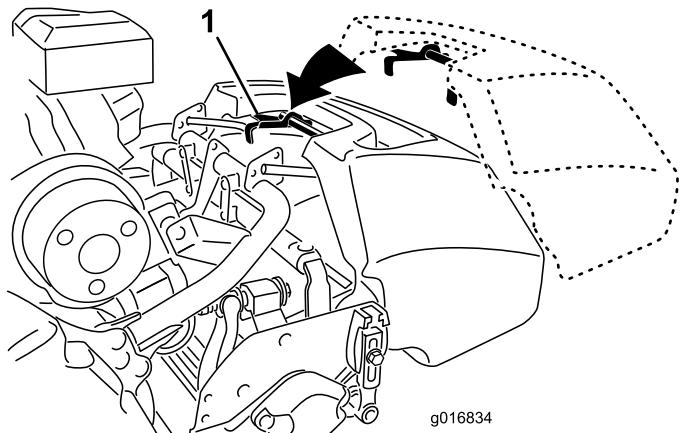

図 9
- バスケットのハンドルをつかむ（図 9）。
- バスケットのリップ部をカッティングユニットの左右のサイドプレートの中央部に合わせて前ローラの上にセットする（図 9）。
- フレームループの上からバスケットを取り付ける（図 9）。